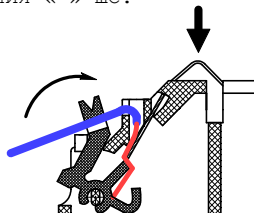

Рисунок 4
- ввести в канал провод и зафиксировать его, поджав кнопку-зажим до упора (рисунок 4);
контакта, имитируя нажим датчиком (рисунок 4) и потянуть провод на себя;
- завести провод в паз, расположенный на кнопке-зажиме (рисунок 4).